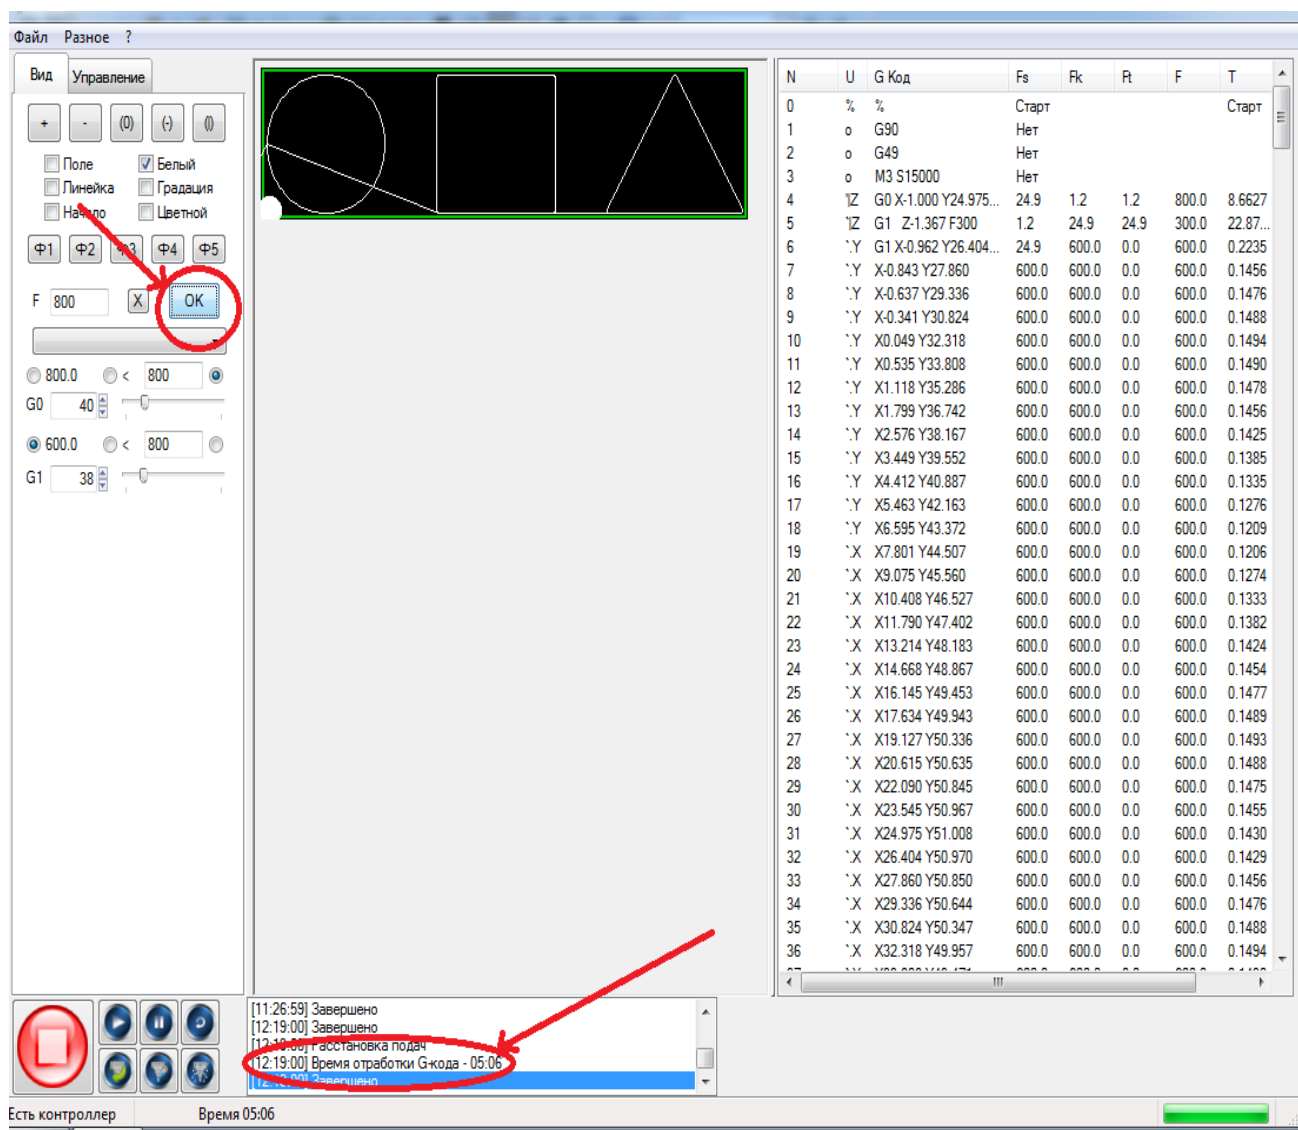

Рисунок 58. Время обработки УП
61. После внесенных изменений необходимо пересчитать УП. Нажмите кнопку ОК., чтобы вывести расчетное время обработки УП, рисунок 58